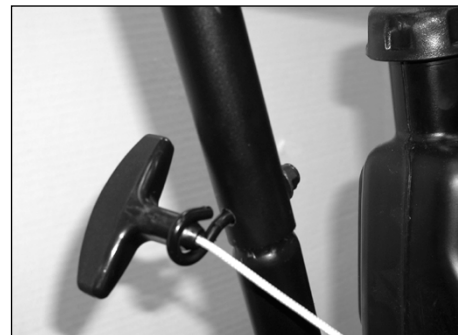

Figura 2 - Asegure el cordón de encendido del motor
2. Con algunos modelos, se incluye un perno con ojal para asegurar el cordón de encendido del motor. Utilice este perno y esta tuerca para asegurar la pata trasera. Asegúrese de pasar el cordón de encendido por dicho ojal antes de ajustar el perno. Vea la Figura 2.